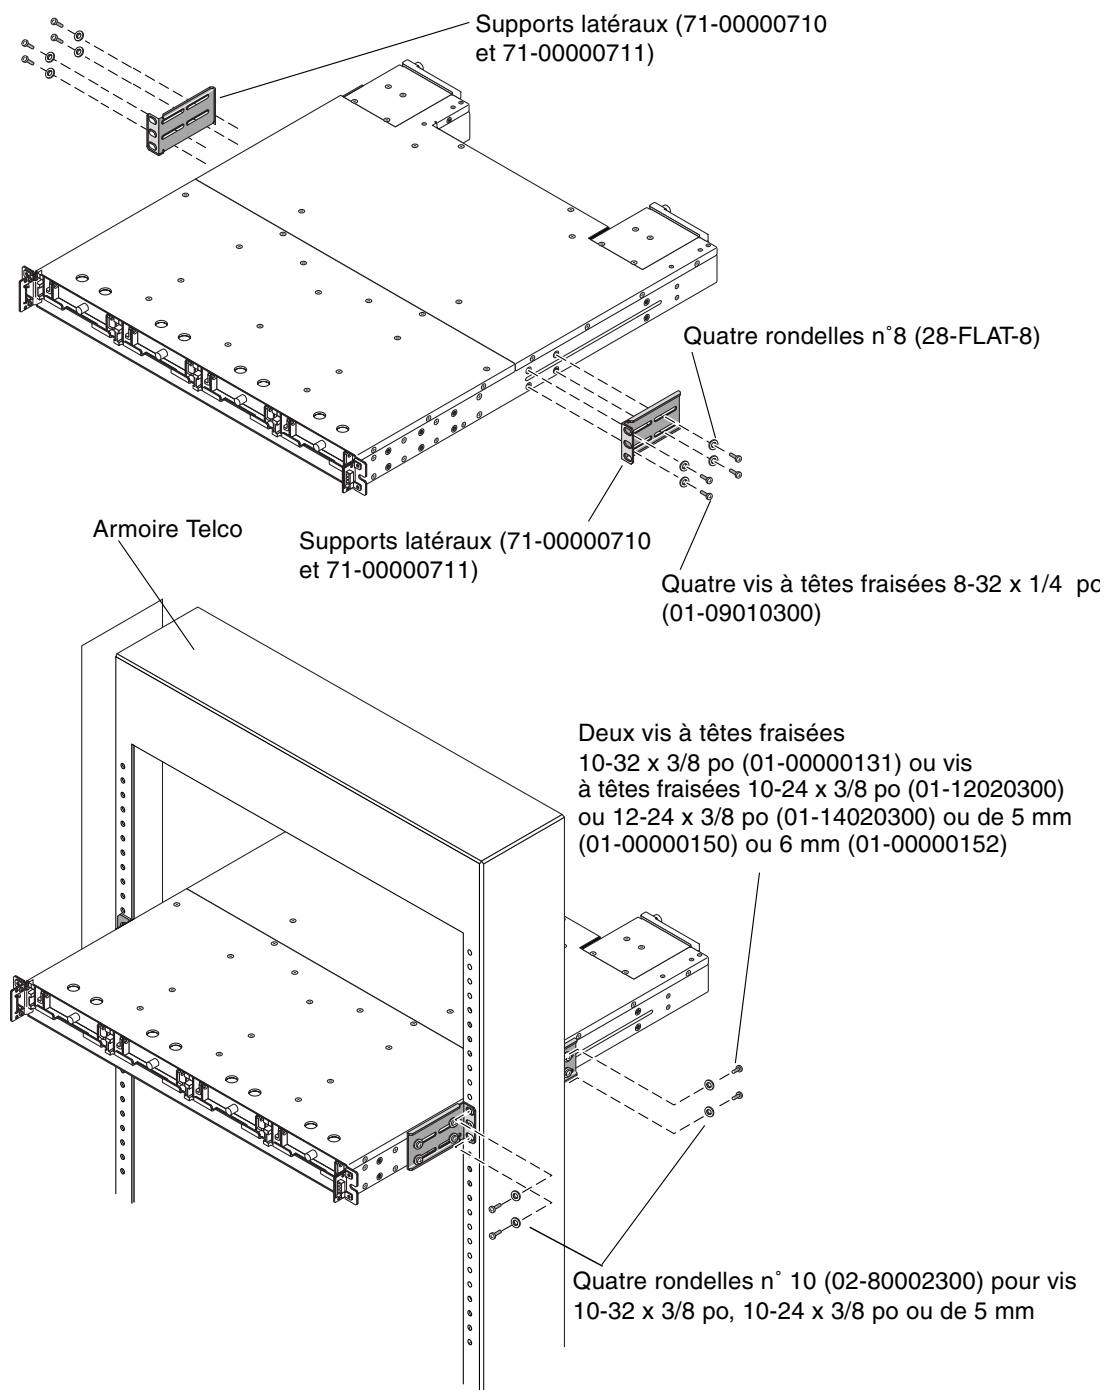

FIGURE 3-3 Assemblage de type centre de gravité
Suivez la procédure d’installation décrite ci-après pour obtenir une configuration de montage en armoire Telco de type centre de gravité (voir FIGURE 3-3).
5. Fixez le châssis à l'armoire Telco en introduisant au moins huit vis dans les trous de fixation situés de part et d'autre des supports et dans le cadre. (Reportez-vous à la section FIGURE 3-3).